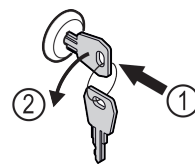

Fig. 171
- Schlüssel hineindrücken. Fig. 171 (1)
- Schlüssel um 90° gegen den Uhrzeigersinn drehen. Fig. 171 (2)